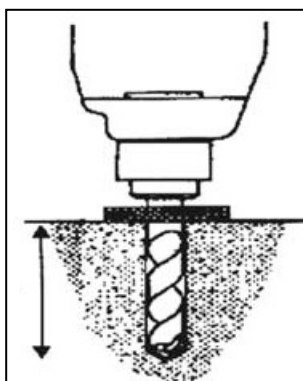

Рис. 18
-Отрегулируйте левую и правую платформы и дистанцию между двумя платформами в соответствии с требованиями на рис. 18.
- С помощью ударной дрели необходимо просверлить отверстие глубиной 120мм (сверлом на 16) от уровня пола через отверстие в основании подъемника, входная часть отверстия должна быть чистой. (рис. 18)